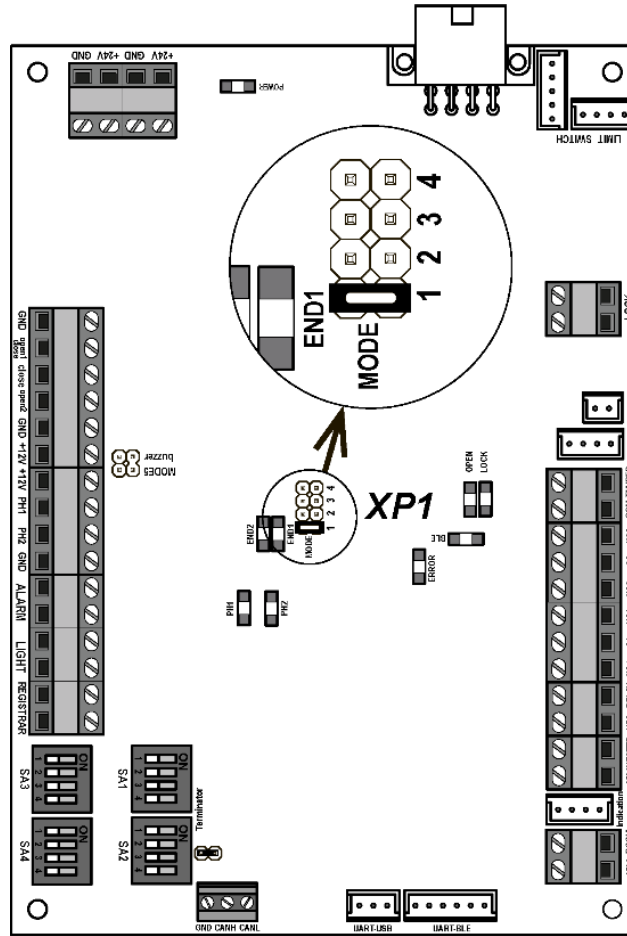

Рисунок 9. Расположение джампера «MODE1» при левостороннем положении стрелы
2. На приводе стрелы переведите рычаг (13) в нижнее положение. Для этого шлицевой отвёрткой вращайте винт (или ручку, в зависимости от модификации привода) разблокировки привода (21) против часовой стрелки до упора.
4. Демонтируйте рычажно-шатунную группу – детали (12) и (13), для чего открутите два болта (14) с внутренним шестигранником S10 и снимите стопорное кольцо (15). Детали плотно насажены на оси, при снятии покачивайте их из стороны в сторону, при необходимости используйте большие отвертки в качестве рычагов.
5. Снимите стопорное кольцо (16) и разъедините детали – шатун (12) и рычаг (13). Замените рычаг (13) на другой из комплекта поставки (рычаг с маркировкой 18В-В соответствует правосторонней установке стрелы, рычаг с маркировкой 18В-А – левосторонней). Установите шатун на новый рычаг и зафиксируйте обе детали стопорным кольцом (16).
6. Открутите четыре винта (18) с внутренним шестигранником S6 и переставьте упор (17) зеркально относительно вертикальной оси привода, на рисунке – место (19). Перед установкой упора на новое место проверните вал редуктора с упорной лапкой (20) при помощи винта (ручки) разблокировки привода (21). При необходимости зафиксируйте упор на новом месте болтами (18).
7. Установите на место рычажно-штурманскую группу и закрепите ее болтами (14) на валу кронштейна стрелы и стопорным кольцом (15) на шарнире лапки (20).
8. На плате управления поставьте переключку-джампер «MODE1» на разъем **XP1** для левостороннего положения стрелы. Для правостороннего положения – джампер по умолчанию снят (см. рис. 9):